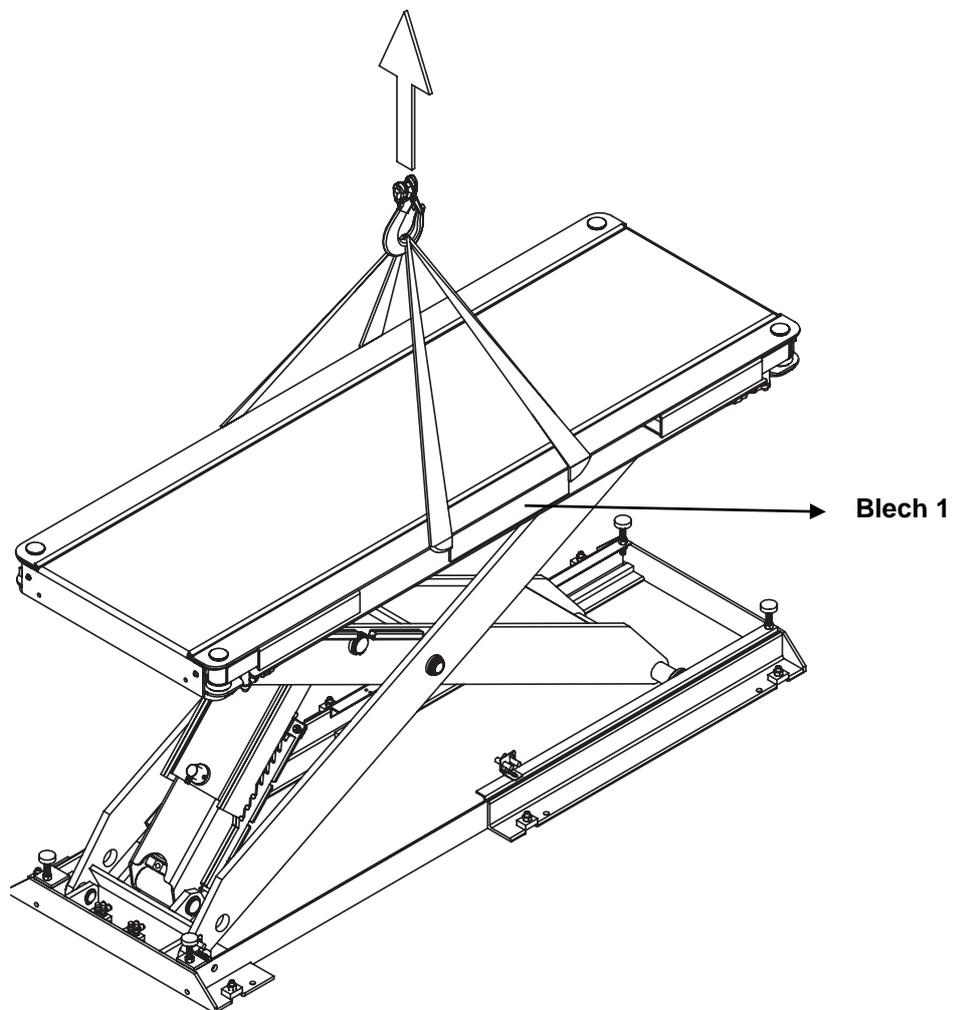

Abb.5
2. Das Gerät auf eine Höhe anheben, die erforderlich ist, um oben am Kreuz einen Abstandhalter aus Holz von mindestens 100 mm x 100 mm einzufügen, was eine Schließung wie in **Abb. 5** beschrieben verhindert. Dies ist erforderlich, um sicher zu arbeiten.